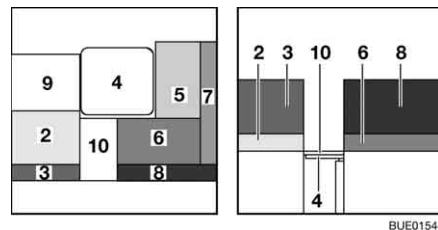

Bild 140 Under ombyggnaden
- Sväng sittlådans förlängning (Bild 140,10) uppåt och haka in den på den variabla sitsen.
- Sväng förlängningen till den variabla sitsen (Bild 140,9) uppåt och haka in den.
- Tag bort ryggdynan (Bild 140,7) och lägg den åt sidan.
- Tag bort sittdynan (Bild 140,5) och lägg den åt sidan.
- Lägg ryggdynan (Bild 140,7) mellan L-sittgruppen och den variabla sitsen.